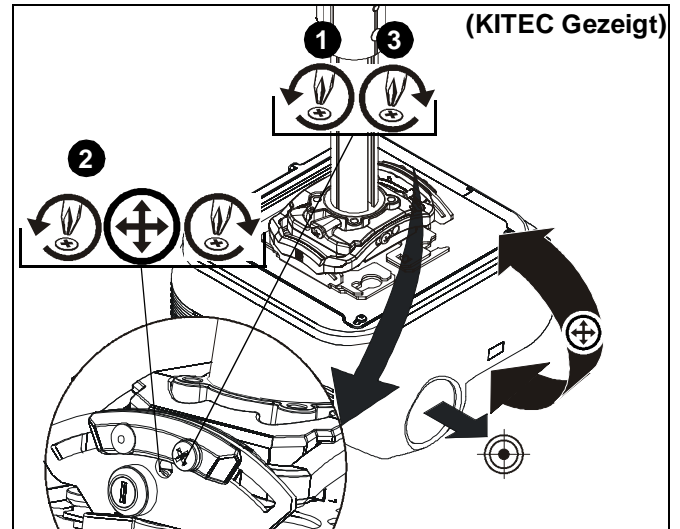

Abb. 24
1. Lösen Sie die Feststellschraube für die Einstellung der Drehung um die QUERACHSE mit einem Nr. 2-Kreuzschlitzschraubendreher. (Siehe Abb. 24)
2. Drehen Sie die Mikro-Justierschraube zur Einstellung der Drehung um die QUERACHSE mit einem Nr. 2-Kreuzschlitzschraubendreher nach rechts oder links, bis das Bild auf dem Ziel korrekt ausgerichtet ist. (Siehe Abb. 24)
3. Ziehen Sie die Feststellschraube für die Einstellung der Drehung um die QUERACHSE mit einem Nr. 2-Kreuzschlitzschraubendreher fest. (Siehe Abb. 24)